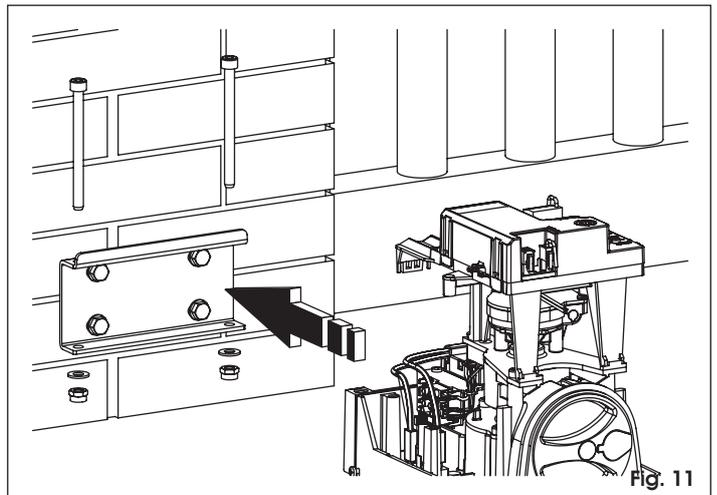

Fig. 11
- Positionner l'opérateur sur la patte qu'on vient de fixer avec les deux vis M8x100 et les écrous correspondants fournis (Fig. 11).